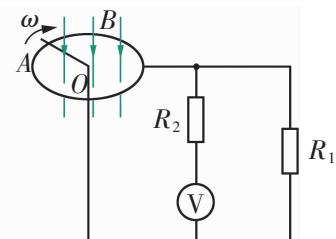

图 1-11
(1) 导体棒在 0.2 s 内在框架所夹部分可能扫过的最大面积。
(2) 导体棒从开始下滑到刚开始匀速运动这一过程中，导体棒的有效电阻消耗的电功。
11. 如图 1-11 所示，在磁感应强度 $B=2 \text{ T}$ 的匀强磁场中，有一个半径 $r=0.5 \text{ m}$ 的金属圆环。圆环所在的平面与磁感线垂直。 OA 是一个金属棒，它沿着顺时针方向以 12 rad/s 的角速度绕圆心 O 匀速转动。 A 端始终与圆环相接触， OA 棒的电阻 $R=1.0 \Omega$ ，图中定值电阻 $R_1=5 \Omega$ ， $R_2=20 \Omega$ ，电压表为理想电压表，圆环和连接导线的电阻忽略不计。求理想电压表的读数。